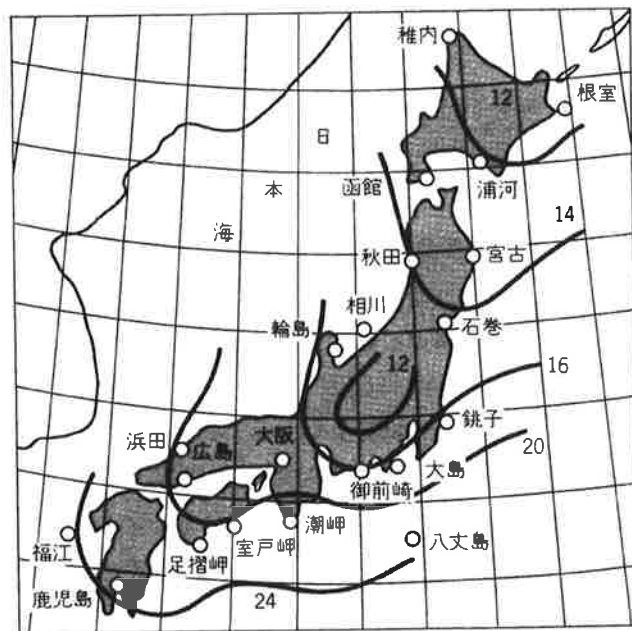

図4. 鉄の腐食が進む度合い
それから、この地図（図4）を見ると、日本の各地でさびが進みやすい地域と進みにくい地域があるんだね。
- (1) 桐子さんの会話の (A) に適する語句を書きなさい。
- (2) (B) にあるように、図4の地図に示されたような地域による腐食の進み方のちがいはどうして起こるのでしょうか。30字以内で書きなさい。